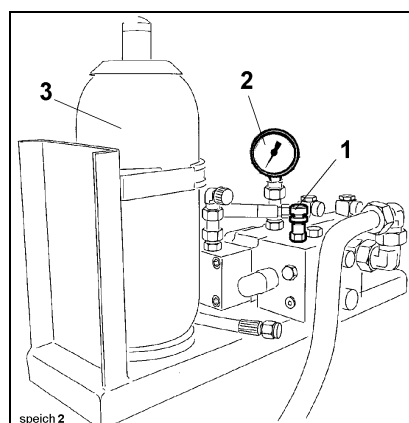

Fig. 1
- Observar el manómetro (por ejemplo, Fig. 1 ó Fig. 2).
En función del tipo de máquina, el manómetro 2 se encuentra directamente en el bloque de seguridad del acumulador (Fig. 1) o en otro lugar bien visible, por ejemplo, 2 (Fig. 2) en la S 39 SX.